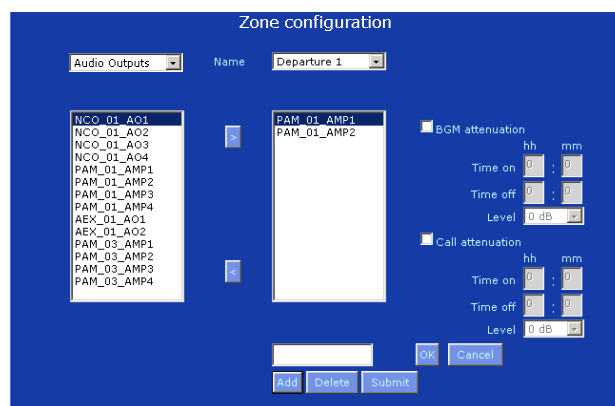

figura 34.4: Nuova zona, passaggio 2
- 2 Fare clic sul pulsante *Add*. Nella cornice principale dell'interfaccia web, appare una schermata simile a quella in figura 34.4.